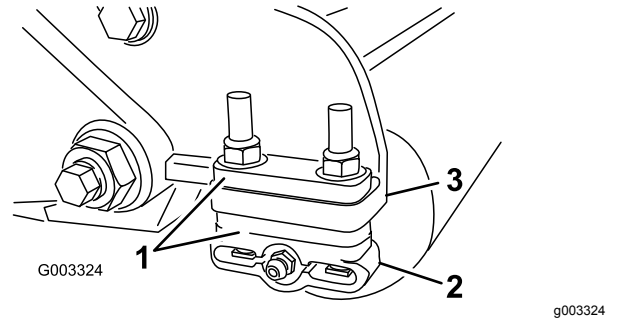

图 11
- 根据剪草高度表将所需数量的隔片放在侧板安装法兰 图 11 下将后滚筒支架 图 11 调节到所需的剪草高度范围。